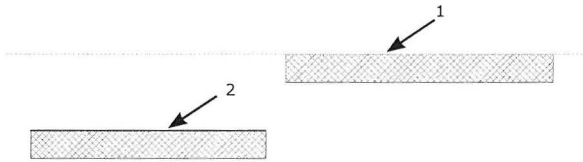

Fig. 06.11. Anvend Align til at gøre vægge parallelle.
- Klik på kanten af væggen som har den rigtige position (Fig. 06.11, nr. 1).
- Klik på kanten af den anden væg som skal flyttes (Fig. 06.11, nr. 2).